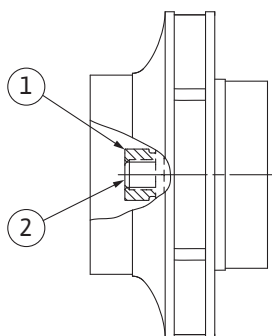

Fig. 107: Pravilni položaj matice tekača po vgradnji
8. Držite gred z viličastim ključem (vel. 22 mm) in privijte matico tekača s predpisanim priteznim momentom (glejte tabelo »Pritezni momenti« [► 26]). Matica (Fig. 107, poz. 1) mora biti poravnana s koncem gredi pribl. $\pm 0,5$ mm (Fig. 107, poz. 2). Če temu ni tako, odvijte matico in ponovite korake od 4 do 8.